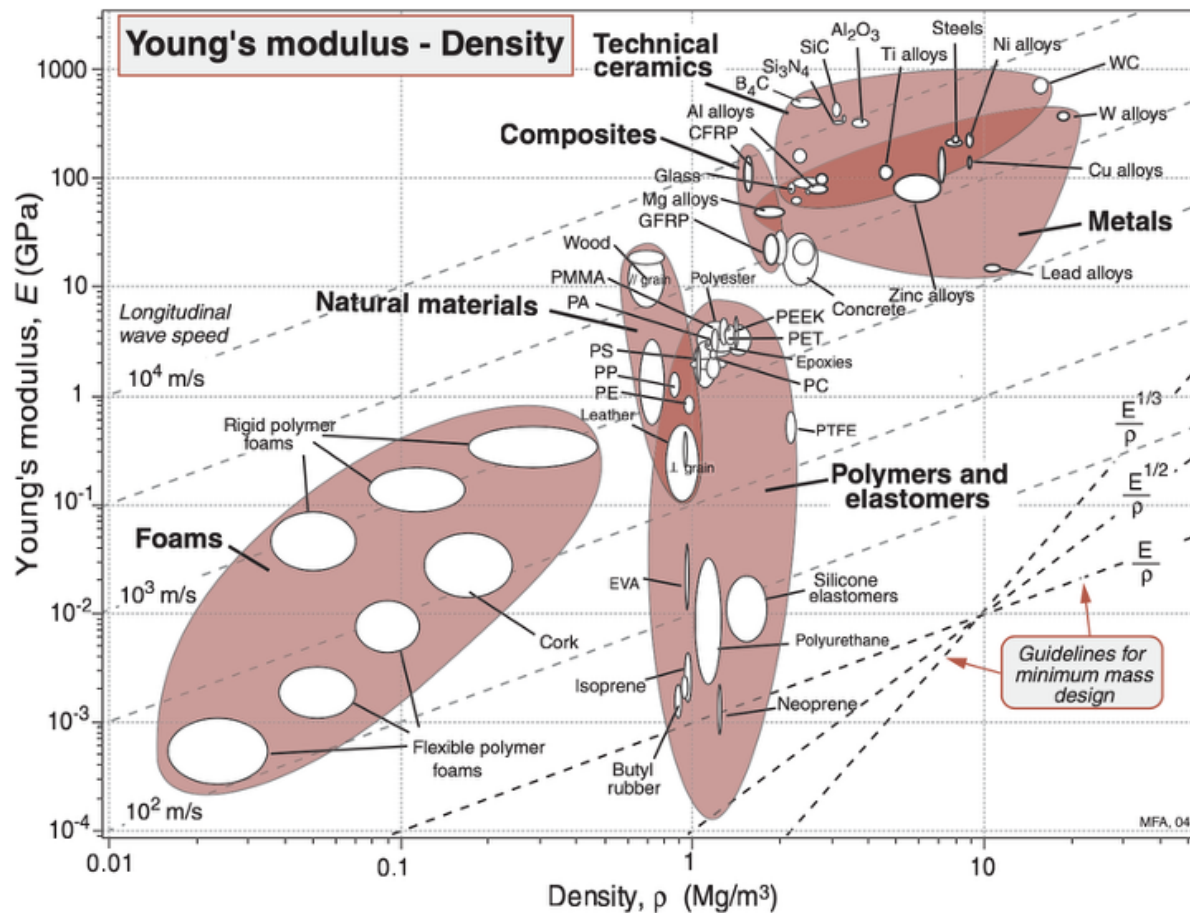

FIGURE 1 – Carte d'Ashby (E vs ρ).
4. Sur la carte d'Ashby E vs ρ (figure 1), tracer la droite de pente 2 (en coordonnées log-log) correspondant à un niveau constant de $M = E^{1/2}/\rho$. Rappel : en coordonnées log-log, la condition $E^{1/2}/\rho = \text{cste}$ s'écrit $\log E = 2 \log \rho + \text{cste}$.